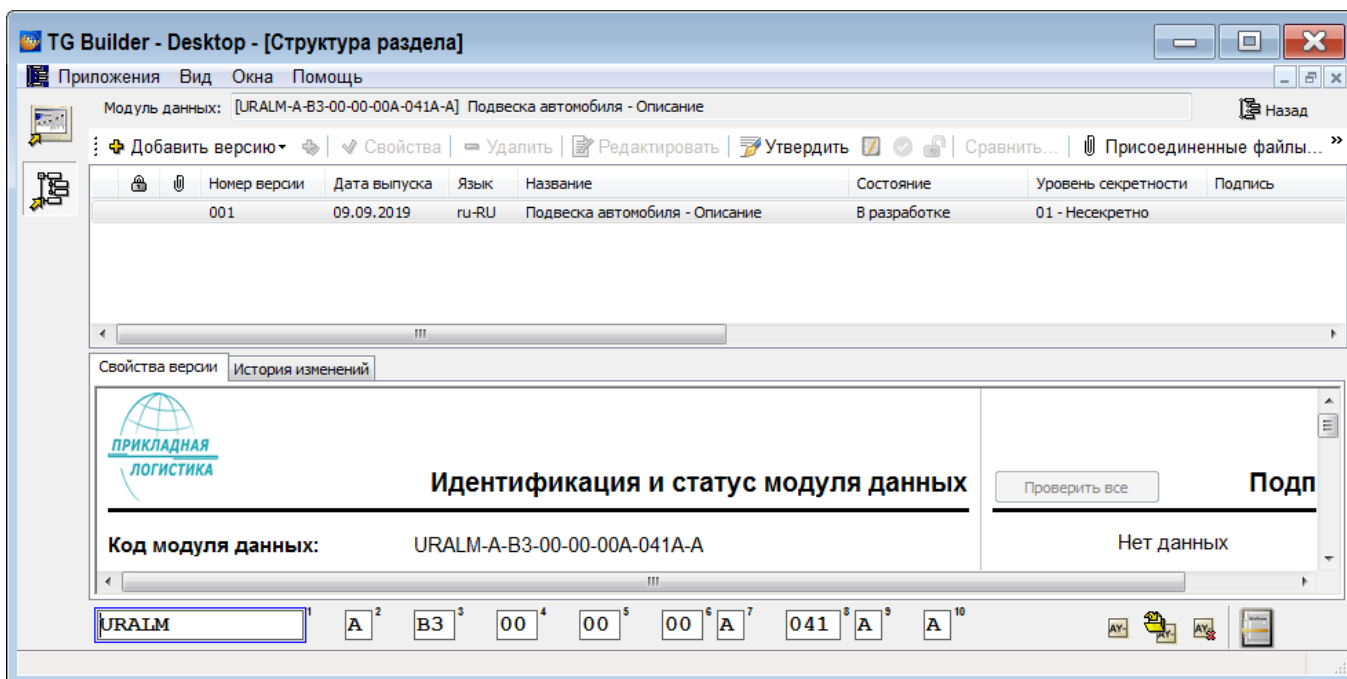

Рисунок 182
После ввода свойств версии модуля данных в окне **Свойства версии** нажмите на кнопку **Применить**. В редакторе версий модуля данных появится созданная версия (рисунок 182).
1) В редакторе версий модуля данных выделите версию, нажав на ее название левой кнопкой мыши. При этом станут активными инструменты, находящиеся в верхней части диалогового окна (рисунок 182).